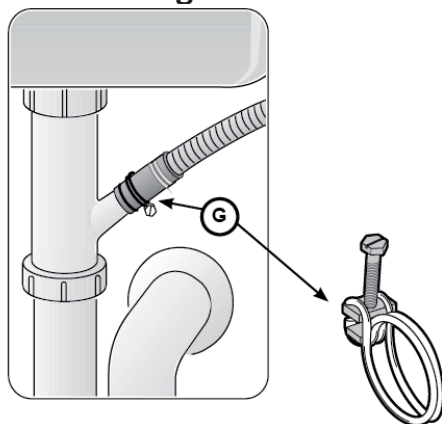

Figura 16
4. Use la abrazadera suministrada para sujetar el adaptador de hule para la manguera de drenaje a las tuberías de la vivienda (**Figura 16**).